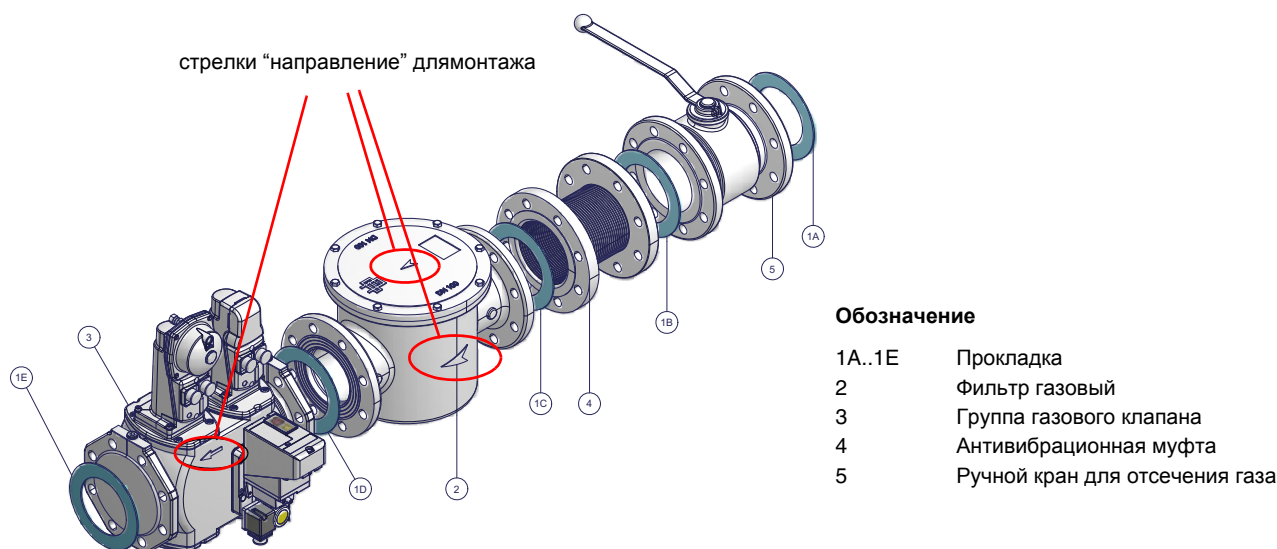

Рис. 2 - Пример газовой раампы
- 1- б) при фланцевых соединениях: между соседними компонентами устанавливать прокладку (1A..1E - Рис. 2), совместимую с используемым газом,
ВНИМАНИЕ: после монтажа газовой рампы согласно схеме на Рис. 2, необходимо провести тестирование на герметичность газового контура, согласно требований действующих нормативов.